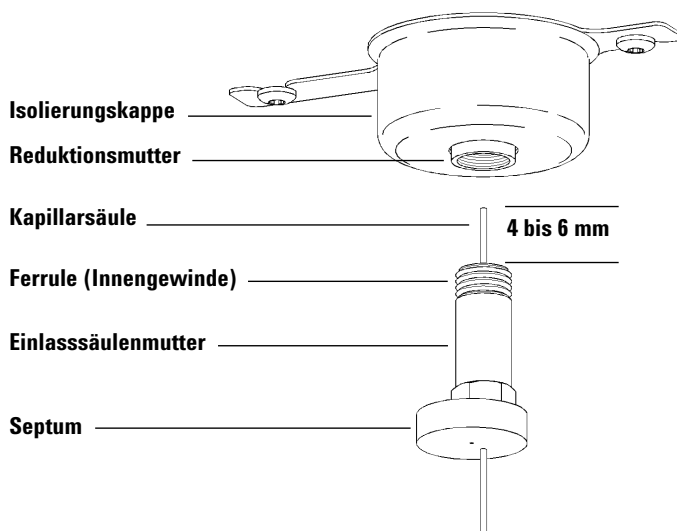

Abb. 4 Installieren einer Kapillarsäule für einen Split-Einlass/splitlosen Einlass
- 7 Positionieren Sie die Säule so, dass sie 4 bis 6 mm über das Ende der Ferrule hinaussteht (Abb. 4).